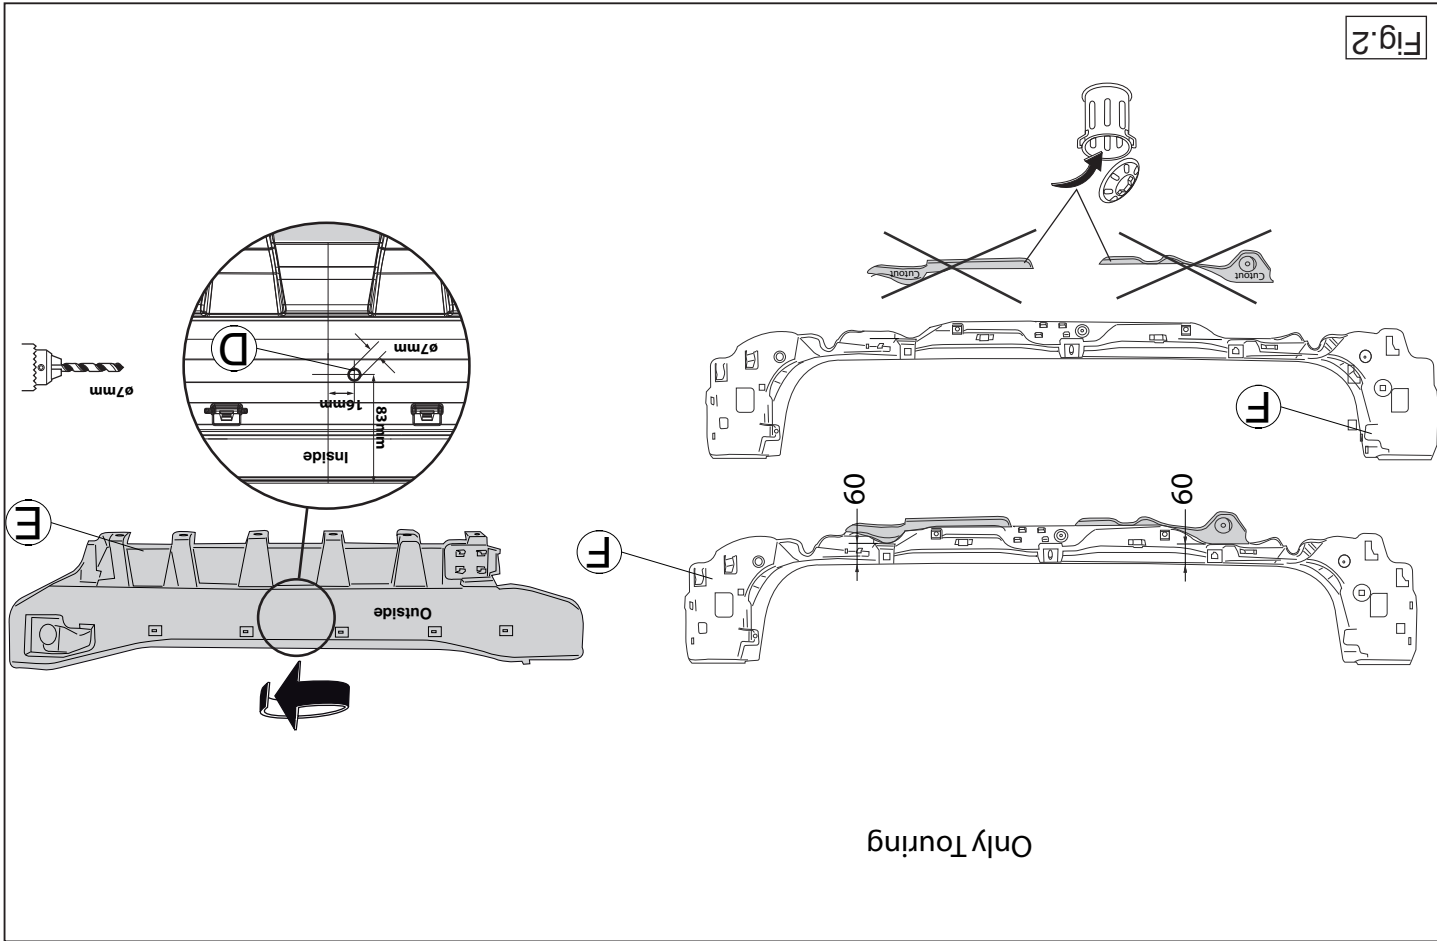

Fig.2
11. Boor overeenkomstig fig. 2 en 3 het gat D  $\varnothing$ 7mm.
7. For **Touring** drive vehicles, the following applies: Saw out the indicated sections from figure 2. Attach part F.
11. Drill the hole D  $\varnothing 7\text{mm}$  as shown in fig.2 and 3.
7. Für **Touring** Fahrzeuge gilt: Gemäß Abb. 2 die angegebenen Teile abschneiden. Teil F wieder montieren.
11. Gemäß der Abb. 2 und 3 das Loch D  $\varnothing 7\text{ mm}$  bohren.
7. Pour les **Touring** à quatre roues motrices : Découper les parties indi- quées conformément à la figure 2. Monter la partie F.
11. Percer conformément à la fig. 2 et 32 a le trou D de 7mm.
11. Borra hålet D  $\varnothing 7\text{mm}$  enligt fig.2 och 3.
11. Bor ifølge fig. 2 og 3 huller D ø7mm.